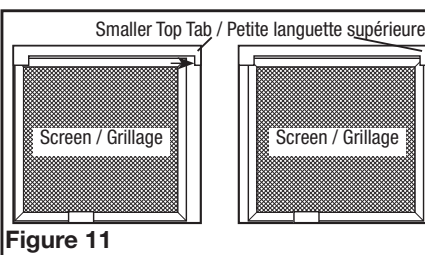

Figure 11
3. Slide the screen back over towards the smaller top tab making sure the screen fits behind the tab (**Figure 11**).
4. Confirm that the screen is being held in place by both top tabs (**Figure 11**).
3. Faites glisser le grillage vers la plus petite languette supérieure en vous assurant que le grillage se place derrière la languette (**Figure 11**).
4. Confirmez que le grillage est maintenu en place par les deux languettes supérieures (**Figure 11**).